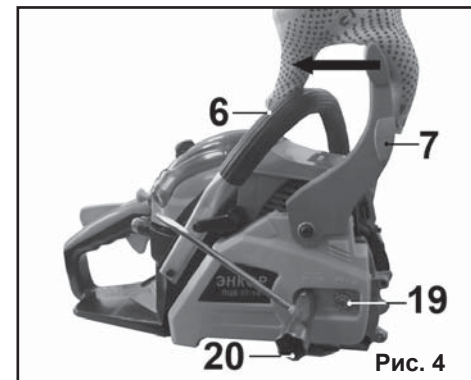

Рис. 4
- 6.2.1. Установите тормоз цепи (7) в нерабочее положение, переместив его в сторону верхней рукоятки (6), как показано стрелкой на (Рис.4).